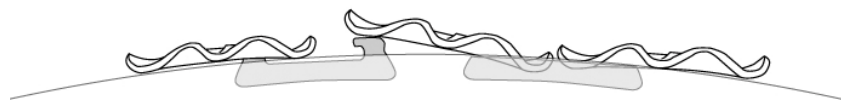

Fig. 4
4. Bewegen Sie das Fahrzeug nach vorne bis sich die letzte freie Kachel und die erste Kachel die mit dem Kunststoffband blockiert wurde berühren (Fig. 4). Beim ersten Montieren raten wir dazu die Hilfe einer weiteren Person zu haben die kontrolliert wie sehr sich das Fahrzeug nach vorne bewegen muss.